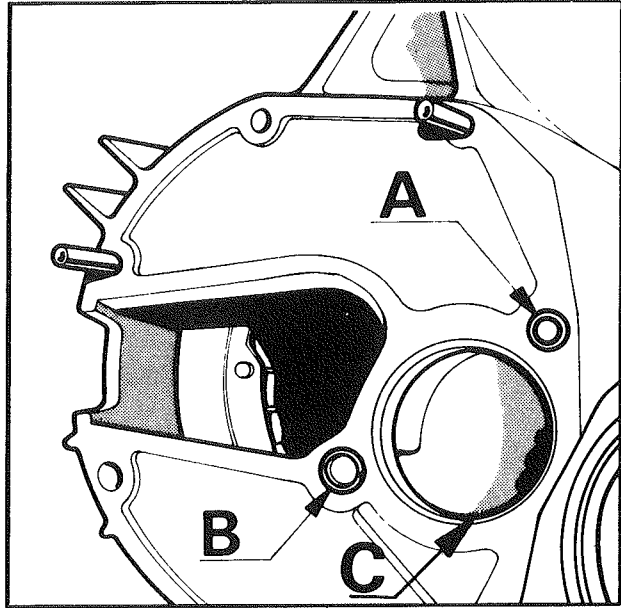

Fig. 9
- Déposer les joints toriques d'étanchéité entre la boîte et le carter d'embrayage et différentiel (A) et (B) (fig. 9) (C) (fig. 10).